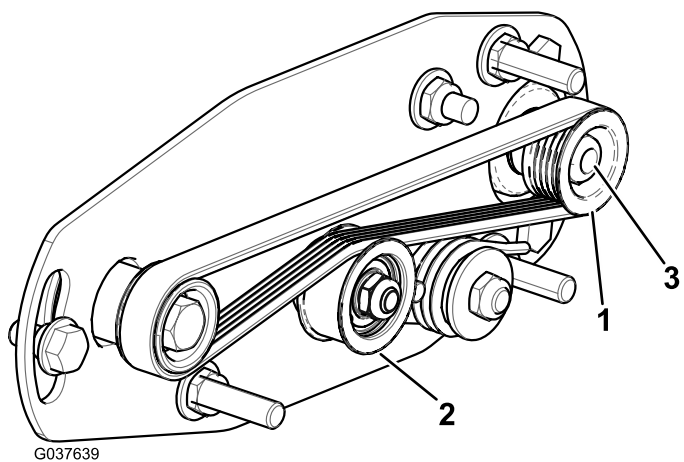
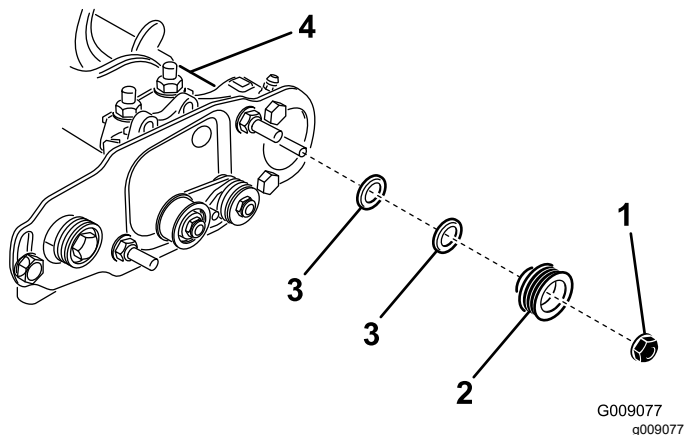

Figura 24
Figura 25
1. La polea arrastrada (en el eje del cepillo del rodillo) puede desplazarse hacia dentro y hacia fuera (Figura 24).
2. Mientras gira del molinete, que hará girar a su vez la polea motriz, haga palanca para retirar la correa de la polea motriz (Figura 24).
3. Retire la contratuerca que sujeta la polea arrastrada al eje del cepillo (Figura 24 o Figura 25).
4. Retire la polea arrastrada del eje (Figura 25).
5. Si es necesario desplazar la polea hacia fuera, añada una arandela de 0,8 mm de grosor (Figura 25).
6. Instale la polea, tal y como se muestra en la Figura 25.